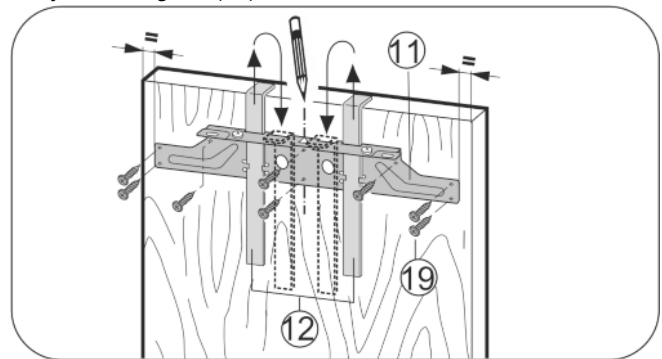

Fig. 18
- ▶ A rögzítő kereszttartót Fig. 18 (11) a szerelési segédeszközzel Fig. 18 (12) függessze a bútorajtó belső oldalára.
- ▶ Helyezze a rögzítő kereszttartót Fig. 18 (11) az ajtó közepére.
- ▶ A rögzítő kereszttartót *Fig. 18 (11)* legalább 6 csavarral *Fig. 18 (19)* erősítse fel.
- ▶ A rögzítő kereszttartót *Fig. 18 (11)* 4 csavarral *Fig. 18 (19)* erősítse fel a keretnél.
- ▶ A szerelési segédcszököket *Fig. 18 (12)* felfelé húzza ki és a mellette lévő nyílásokba elforgatva csúsztassa be.